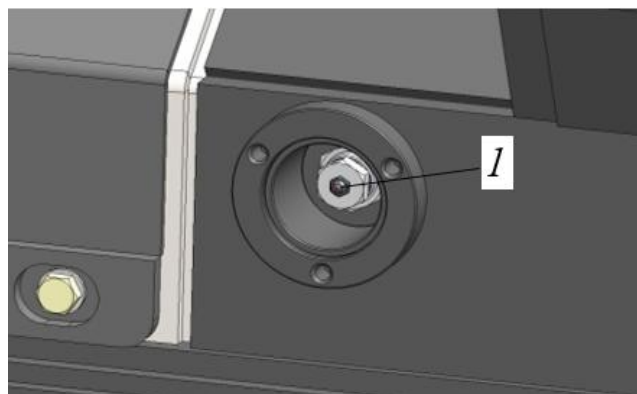

Рисунок 5.76. Место расположения пресс-маслёнки для натяжения гусеницы
- ▶ Снять пылезащитный колпачок с пресс-масленки 1, рис. 5.76.
- Подключить рычажно-плунжерный шприц к пресс-масленке 1 цилиндра устройства натяжения гусеницы, рис. 5.76.
Натяжение гусениц происходит за счет перемещения поршня при заполнении внутренней полости консистентной смазкой (см. п. 5.2.1 «Заправляемые смазочные материалы») через пресс-масленку 1, рис. 5.76, рычажно-плунжерным шприцем.
- Предварительно вывернуть пресс-масленку 1, рис. 5.76, на 1-2 оборота.
Для исключения возможных травмоопасных ситуаций запрещается при ослаблении гусеницы полностью выворачивать пресс-масленку 1, рис. 5.76, так как при этом может произойти срыв резьбы клапана и выброс смазки под большим давлением.
- Вставить наконечник рычажно-плунжерного шприца в пресс-масленку 1, рис. 5.76.
- ▶ Извлечь наконечник рычажно-плунжерного шприца, закрыть пресс-масленку 1 пылезащитным колпачком, рис. 5.76.
Для ослабления натяжения гусеницы необходимо вывернуть пресс-масленку 1, рис. 5.76, не более чем на 3-4 оборота, лишняя смазка выдавится из-под клапана через резьбу за счет избыточного давления в гидроцилиндре, натяжение с гусеницы будет снято. Визуально гусеница провиснет на тележке в области поддерживающих катков.